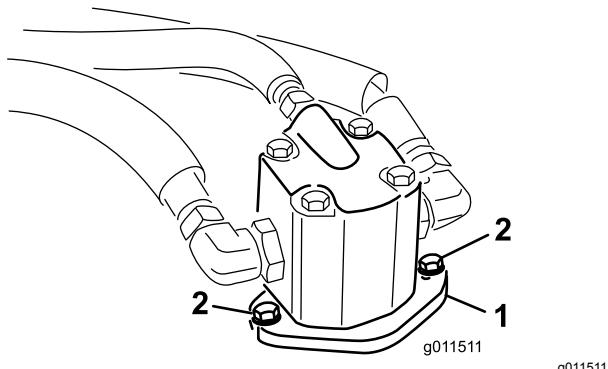

Figura 100
- Rimuovete i bulloni che fissano il motore idraulico al piatto di taglio (Figura 100).